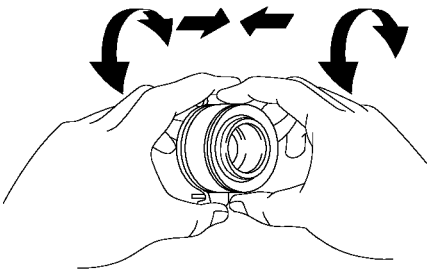

图 9-14 用手转动轴承沿轴线方向施加作用力
(6) 检查分离轴承。用手转动轴承，同时沿轴线方向施加作用力，如图 9-14 所示。